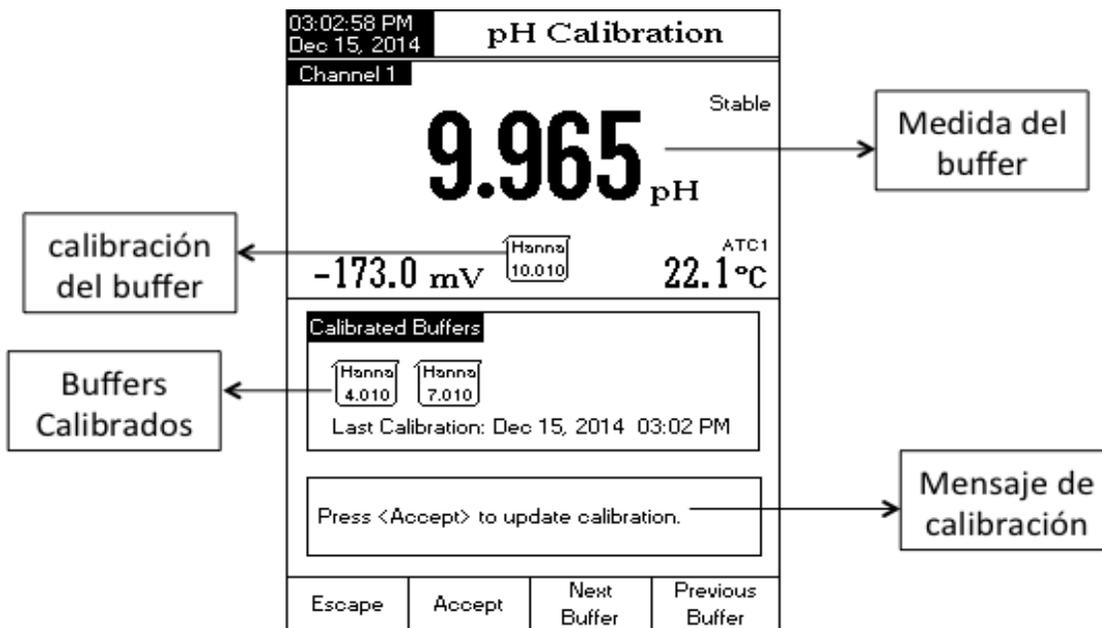

Imagen 3. Descripción de la pantalla de calibración
7. Sumerja el electrodo de pH en el primer tampón y agita con suavidad (movimientos circulares). Elija el tampón de calibración de pH seleccionando "NEXT BUFFER o PREVIOUS BUFFER". Aparecerá un mensaje "Please wait" hasta que la lectura sea estable, luego aparecerá en la pantalla el valor de pH. Si se acepta el valor de pH aparecerá la opción ACEPT en la pantalla, selecciona "ACEPT" para guardar el valor del pH (imagen 3).